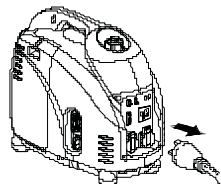

Рис. 12
- Перед запуском отключите от генератора все электроприборы (Рис.12).